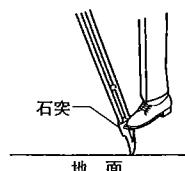

図2
2. 脚頭がほぼ水平になっている事を確認しながら、脚の1本ずつに全体重をかけて充分に踏み込んでしっかりとセットします。(図2)